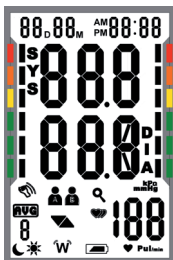

Abb. 7
- Nachdem Sie die Manschette angebracht haben und Sie sich in einer bequemen Sitzposition befinden, drücken Sie im ausgeschalteten Modus den "On/Off START" Knopf. Ein Signalton erscheint und alle Display-Symbole werden zum Selbsttest angezeigt. (s. Abb. 7)